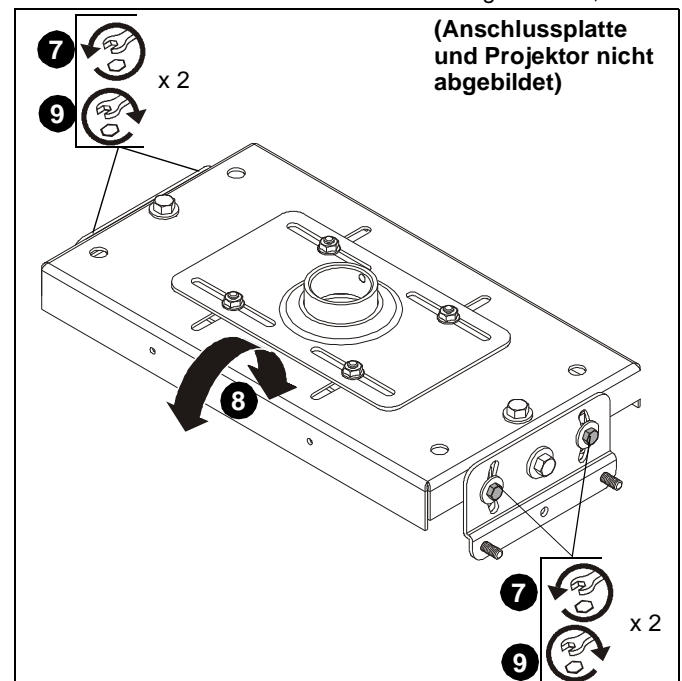

Abb. 6
**Drehung um die Querachse (vertikale Anhebung) (Siehe Abb. 6)**